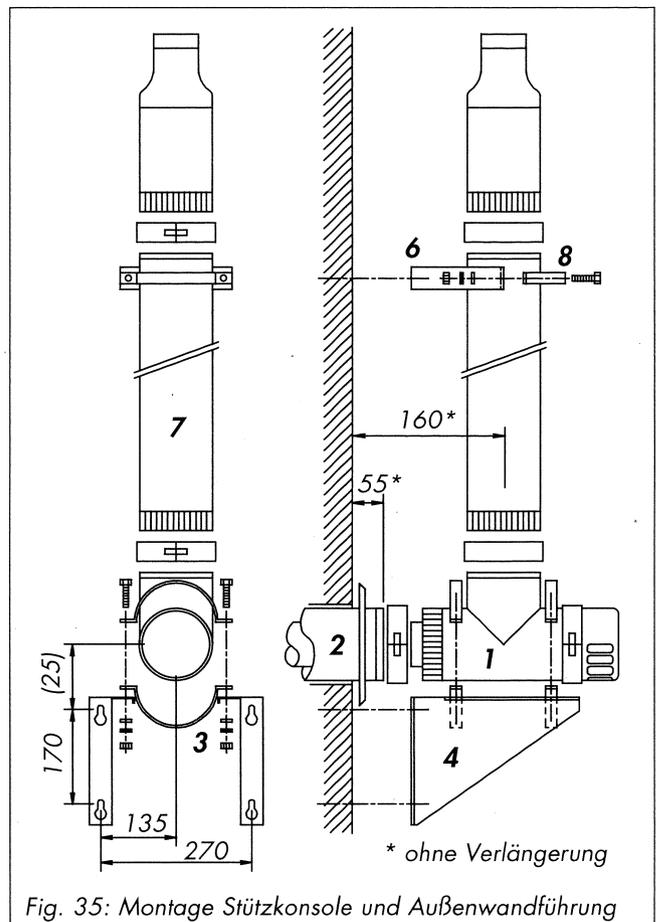

Fig. 35: Montage Stützkonsole und Außenwandführung
- Zwei Schellenpaare 3 mit Wandkonsolen 4 nach Fig. 35 an Umlenkung montieren, waagrecht ausrichten und Befestigungspunkte anzeichnen.